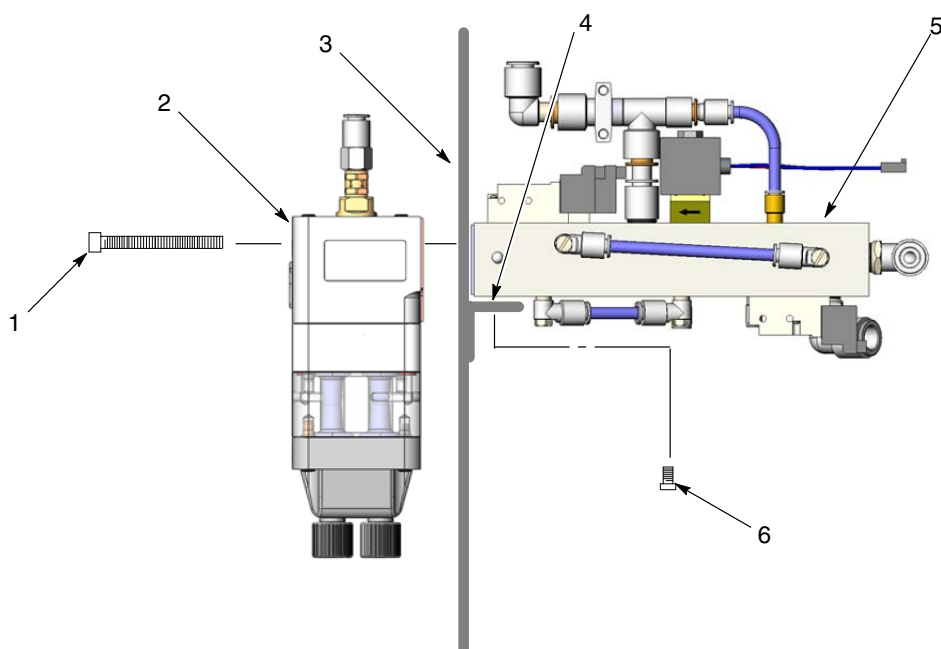

Figura 20 Installazione di pompa e collettore
1. Vedi figura 20. Accertarsi che le guarnizioni su pompa (2) e collettore (5) non siano danneggiate. Se le guarnizioni sono danneggiate, sostituirle.
2. Applicare il collettore su una staffa di montaggio adatta (4), contro la parete del pannello pompa (3). Fissare il collettore con le viti di montaggio (6), ma non stringere le viti.
3. Fissare la pompa al pannello pompa e collettore con le viti di montaggio pompa (1). Stringere saldamente le viti di montaggio della pompa.